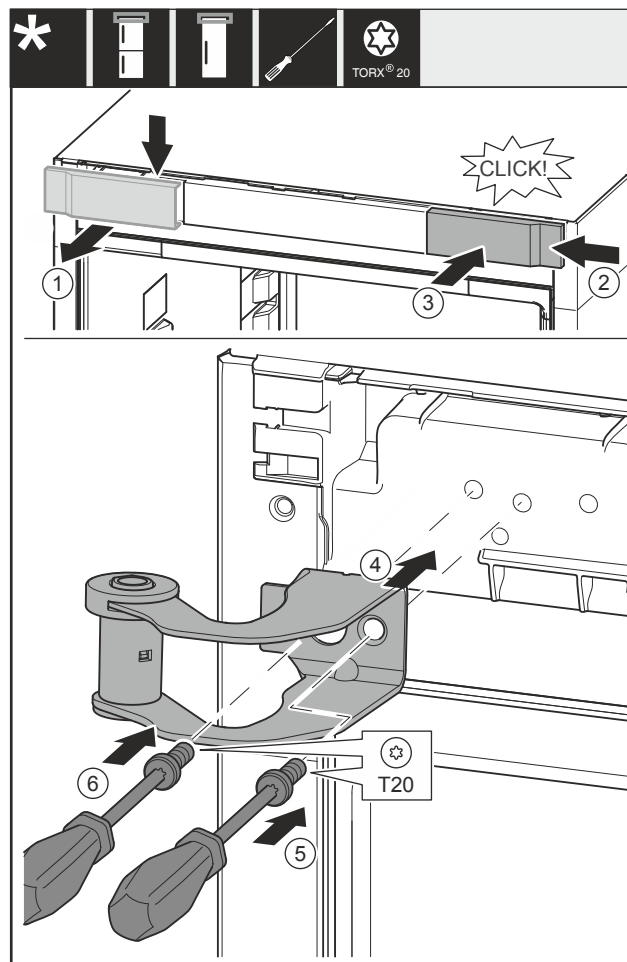

Fig. 17
- Retirer le couvercle Fig. 17 (1) depuis le haut vers l'avant.
- Accrocher le couvercle Fig. 17 (2) tourné de 180° de l'autre côté depuis le côté droit.
- Enclencher le couvercle Fig. 17 (3).
- Poser le support de palier supérieur Fig. 17 (4).
- Visser la vis Fig. 17 (5).
- Visser la vis Fig. 17 (6).